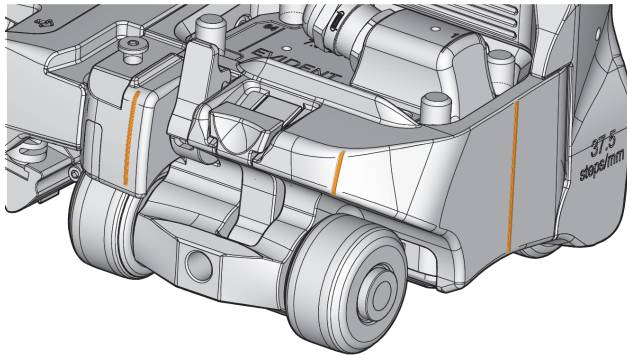
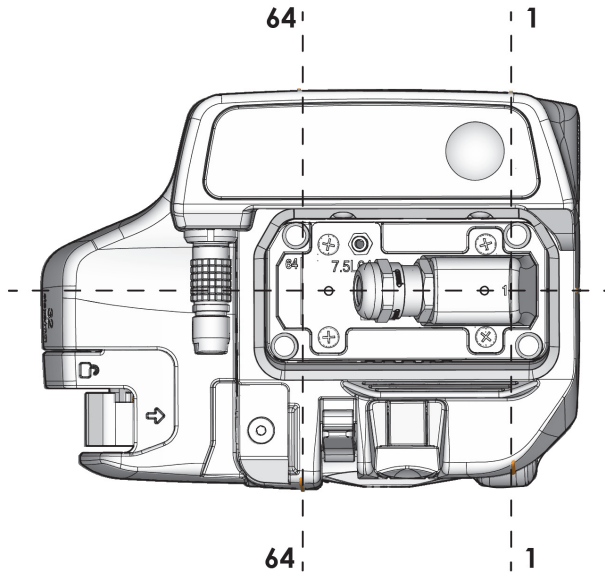

Figura 1-5 Linee sporgenti del carrello
Figura 1-6 Primo e sessantaquattresimo elemento dell'array della sonda
Delle linee sporgenti indicano la prima e l'ultima posizione (64) dell'array della sonda, oltre all'asse centrale della sonda (vedi Figura 1-5 a pagina 28 e Figura 1-6 a pagina 28).